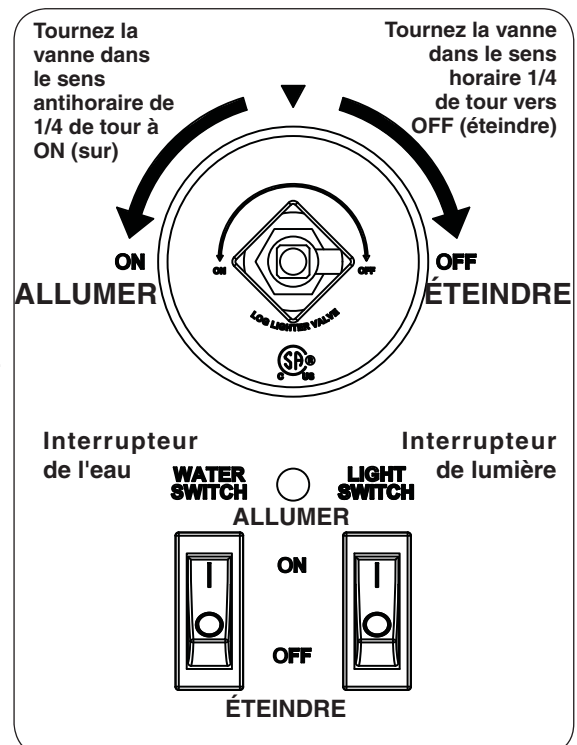

Fig. 32-2 Détail de la boîte de contrôle
4. **Une fois que le match est en feu et en position**, tournez la vanne clé sens anti-horaire d'un tour à la position **ON** (sur) 1/4 (voir Fig. 32-2). Votre brûleur devrait s'allumer.
**AVERTISSEMENT:** Si le brûleur ne se allume pas dans les cinq (5) secondes de tourner sur la vanne clé, tournez immédiatement la vanne clé vers la droite d'une tour à la position **OFF** (éteindre) 1/4.
**Pour éteindre votre brûleur à gaz**, tourner la soupape clé vers la droite d'une tour à la position **OFF** (éteindre) 1/4 (voir Fig. 32-2). Assurez-vous que la vanne clé est tournée entièrement au large pour éviter toute fuite de gaz.
2. Basculez l'interrupteur de l'eau (côté droit de Firefall) à la position **ON** (I) (voir Fig. 32-2).
1. Basculez l'interrupteur de lumière (côté droit de Firefall) à la position **ON** (I) (voir Fig. 32-2).